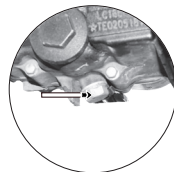

Imagen 16. Ubicación del tornillo de drenado.
5. Quitar el tornillo de drenado ubicado debajo del motor, girándolo en el sentido contrario a las manecillas del reloj. Ver imagen 16.